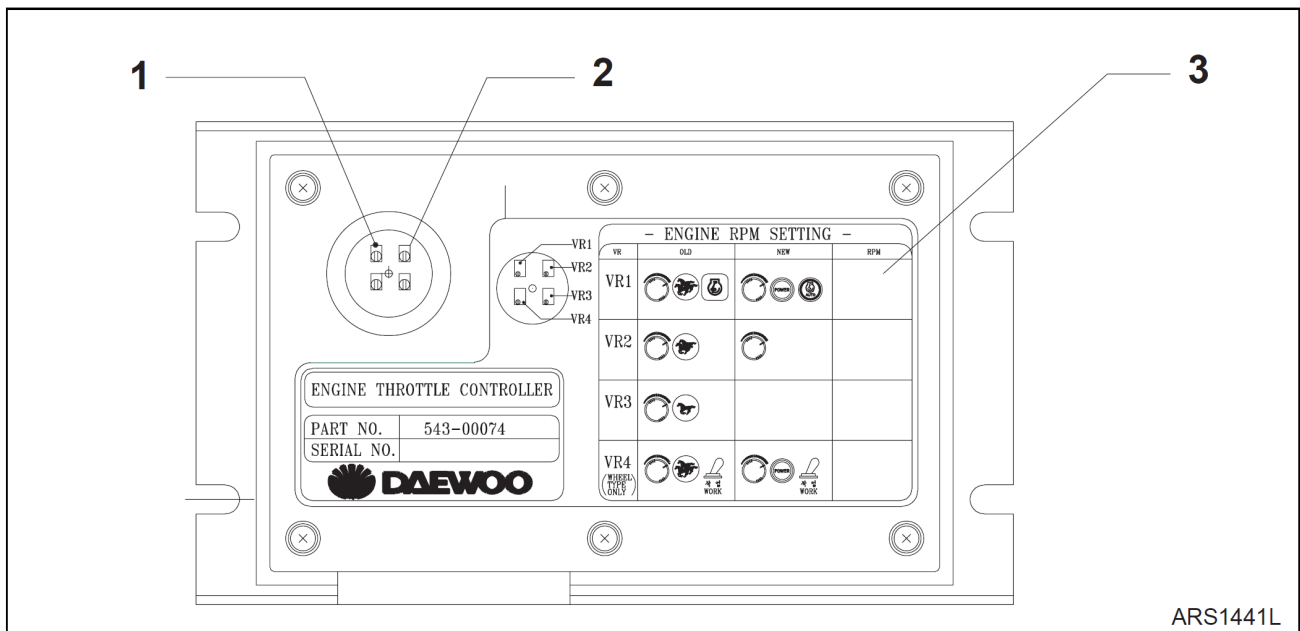

Рис. 64
- C.** Отрегулировать обороты двигателя, медленно поворачивая ручку переменного резистора **VR1**. (См. рис. 64.)
- C.** Отрегулировать обороты двигателя, медленно поворачивая ручку переменного резистора **VR2**. (См. рис. 64.)